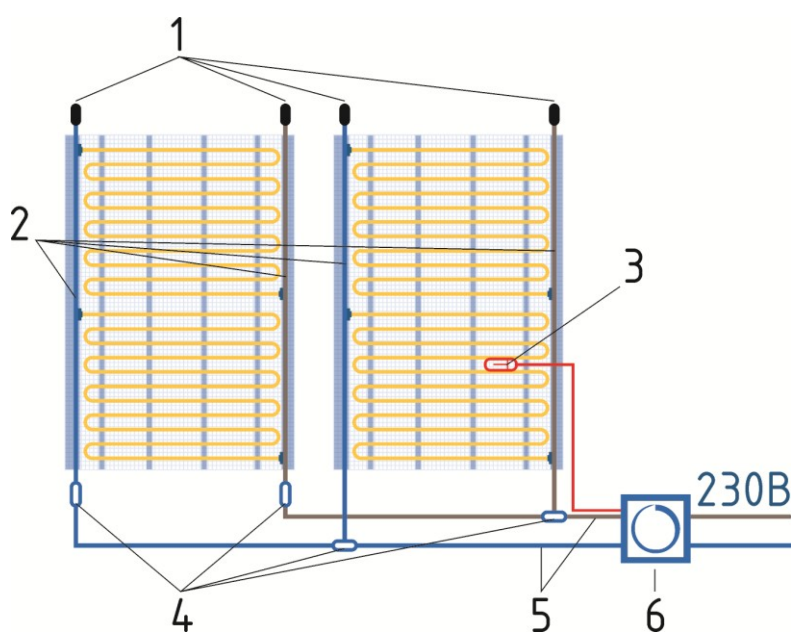

рис.2 Схема подключения 2-х полос теплого пола
7. Монтаж соединений. После отрезания и раскладки теплого пола необходимо правильно выполнить все соединения. Рекомендуем сначала выполнить соединение (4) (рис.1, рис.2) – подключить питающие провода (5) к токоведущим одножильным проводам (2). Подключиться к полосе теплого пола можно с любой стороны. Поэтому провода (5) соединяем с проводами (2) с той стороны теплого пола, которая лежит ближе к терморегулятору (6), а на другой стороне этой полосы пола выполнить изоляцию концов токоведущего провода (1).